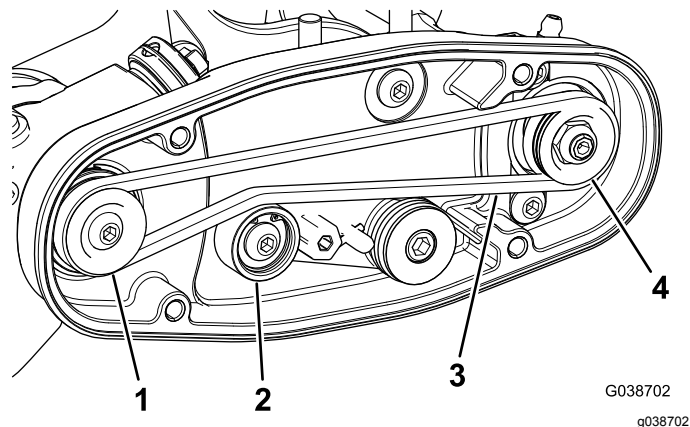

図 13
- 駆動プーリにベルトを掛け、次に、アイドルプーリの上部に掛ける **図 13**。